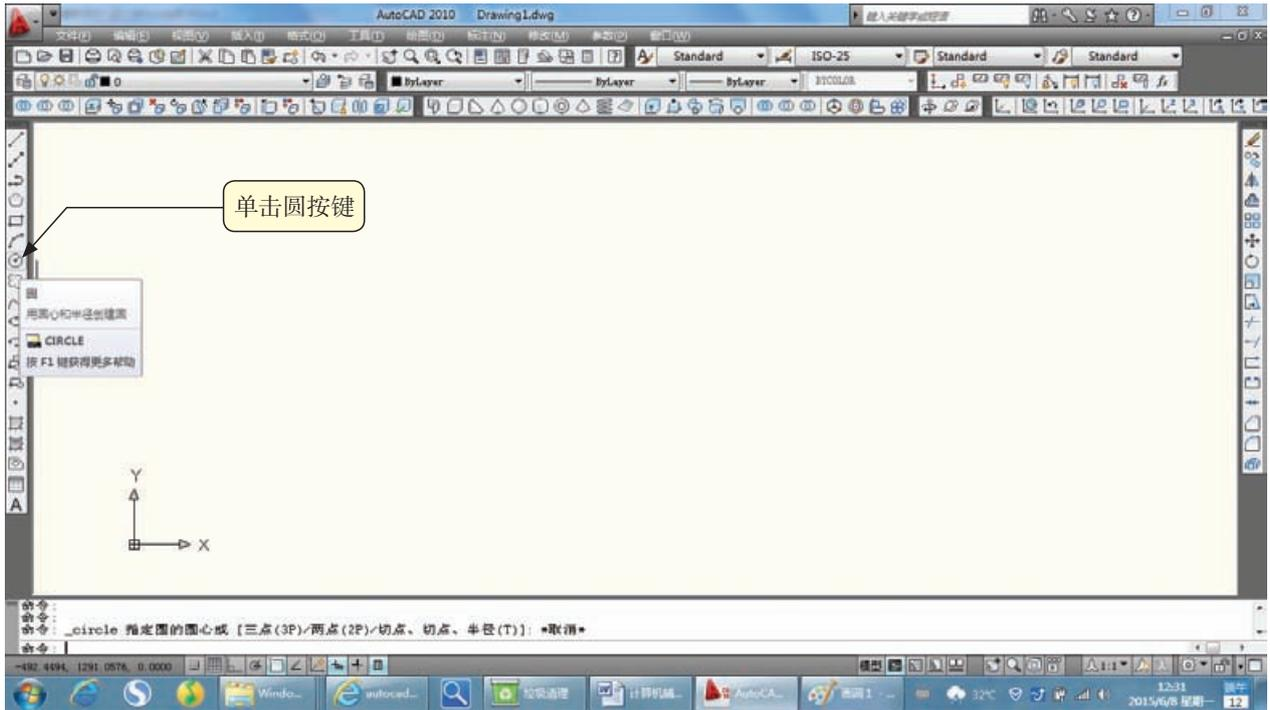

图2-48 按键绘制圆
(2) 用按键绘制（图2-48）。
在【功能区】选项板中选择【常用】选项卡，在【绘图】面板中单击 按键（图2-48）。